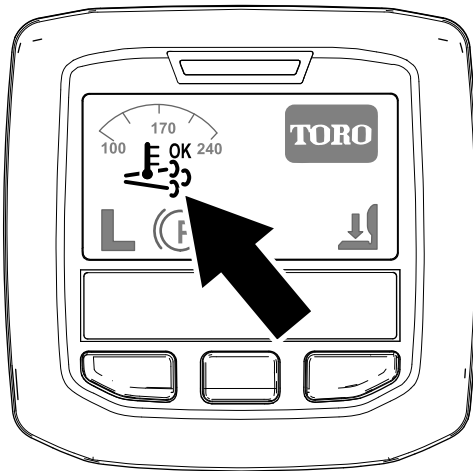

Figure 40
- L'icône de régénération assistée/réinitialisée s'affiche dans l'InfoCenter (Figure 40).